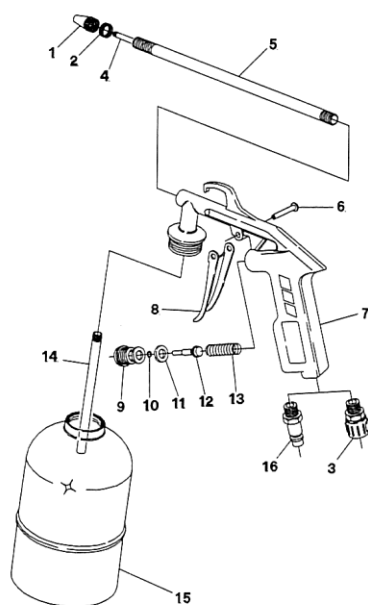

Рис.6 Детализовка моющего пистолета
Наполните бачок (15, см. рис.6), прикрутите его на пистолет (7), затем подсоедините воздушный шланг к входному коннектору (3). Убедитесь, что кольцевая гайка (1) плотно завинчена. При нажатии рычага (8) идет расход воздуха и жидкости. Поворотом кольцевой гайки (1) установите требуемый поток, затем зафиксируйте гайку при помощи стопорной гайки (2).